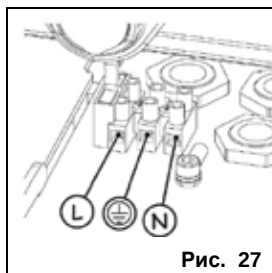

Рис. 27
- Кабель питания 230/115 В перем. тока подключать согласно схеме на рис. 27